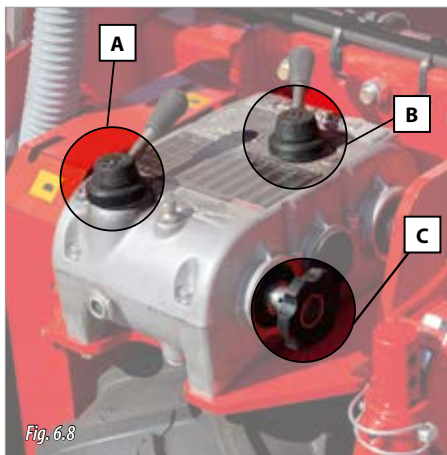

Fig. 6.8
- 2- Placez le levier A (Fig. 6.8) dans la position voulue et tournez la molette (C, Fig. 6.8) dans le sens d'avancement pour enclencher cette vitesse. À défaut, on peut faire tourner la roue motrice dans le sens d'avancement à l'aide du pied. Répétez l'opération avec le levier B.